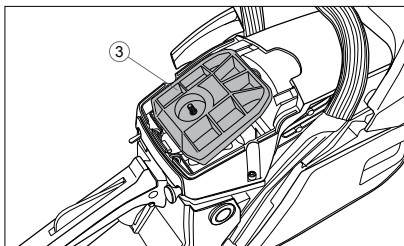

Рис. 25
- Извлеките и прочистите воздушный фильтр 3 (рис. 25), слегка постукивая им по твердой поверхности. Продуйте изнутри сжатым воздухом (не более 2 бар).